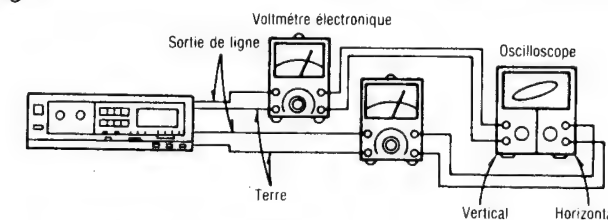

Fig. 5
5. Brancher les appareils comme indiqué dans la Fig. 5.